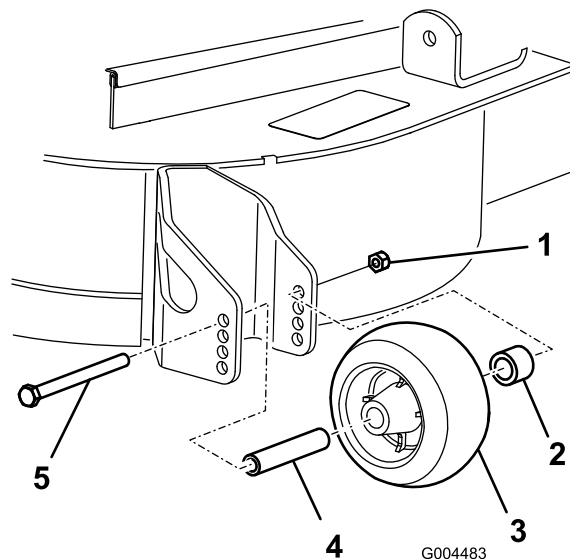

Bild 18
3. Nach dem Einstellen der Schnitthöhe sollten Sie die Rollen einstellen. Nehmen Sie die Bundmutter, die Büchse, das Distanzstück und die Schraube ab (Bild 18).
5. Setzen Sie die Bundmutter, die Büchse, das Distanzstück und die Schraube ein. Ziehen Sie sie auf 54–61 Nm an (Bild 18).